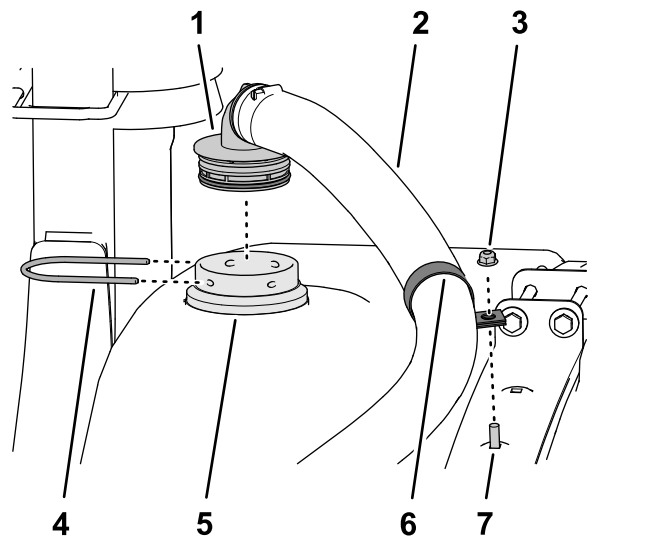

Figura 29
4. Montate un serratubi a R sul gruppo flessibile del nebulizzatore (Figura 29).
5. Montate il raccordo dentellato a 90° del gruppo flessibile del nebulizzatore nel raccordo del diaframma e fissate il raccordo dentellato al raccordo del diaframma con un fermo (Figura 29).
6. Montate, senza serrarlo, il serratubi a R sul bullone a testa tonda e fissate il serratubi (Figura 29) con un dado di bloccaggio flangiato (5/16").
Nota: Se necessario, regolate la posizione del serratubi a R per allineare il flessibile del nebulizzatore (Figura 29).